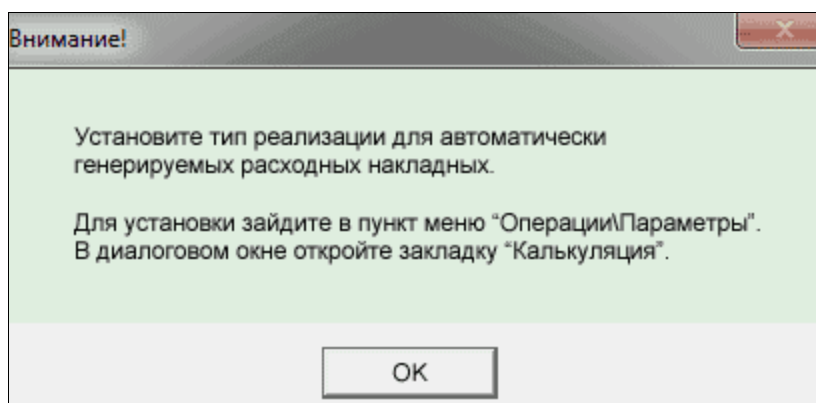

Рис. 9.22.
1. задать в форме «Параметры...» на закладке «Калькуляция» (см. рис. 9.21.) тип реализации для автоматически генерируемых расходных накладных, если он не был задан ранее (система выдает уведомление — см. рис. 9.22.);